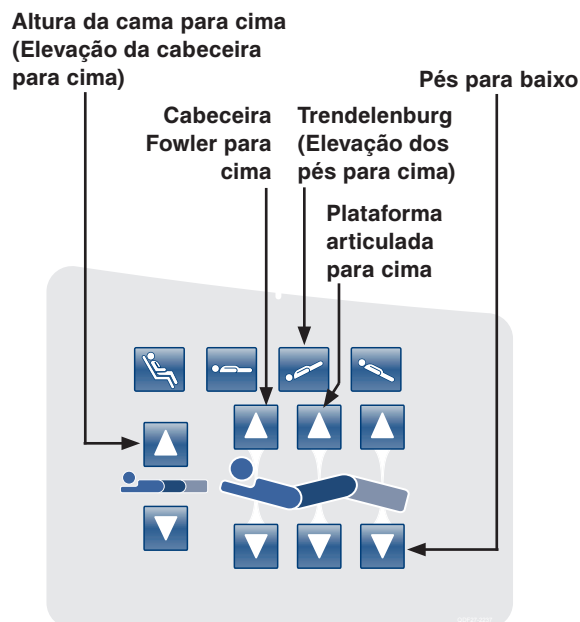

Figura 24: Painel de comando da grade lateral da cabeceira (lado direito mostrado)
26. Coloque a cama na altura mais alta premindo em simultâneo o botão **Trendelenburg (Elevação dos pés para cima)** e o botão **Altura da cama para cima (Elevação da cabeceira para cima)** (ver Figura 24).
27. Coloque a secção cabeceira Fowler e a secção Plataforma articulada da cama na altura mais alta premindo primeiro o botão **Cabeceira Fowler para cima** e depois o botão **Plataforma articulada para cima** (ver Figura 24).
28. Coloque os pés na posição mais baixa premindo o botão **Pés para baixo** até atingir o limite (ver Figura 24).